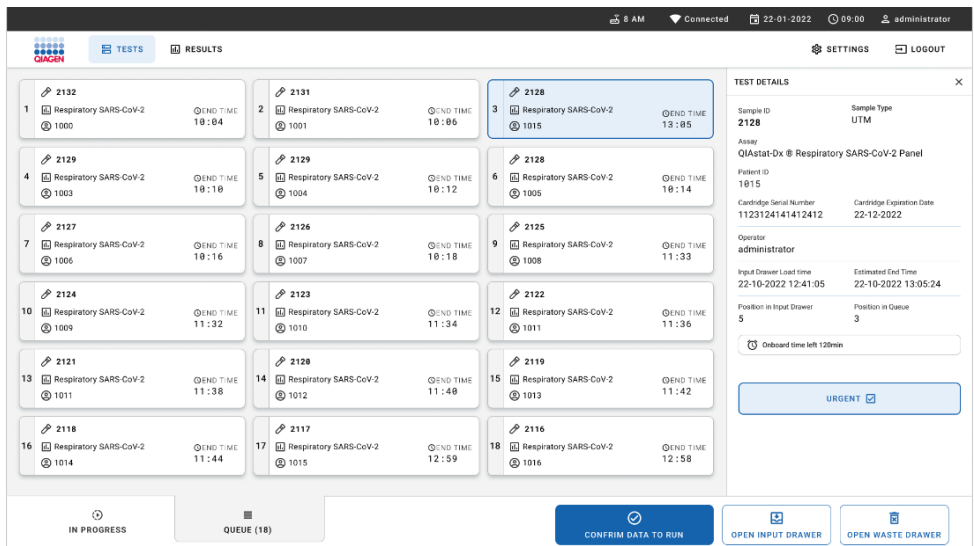
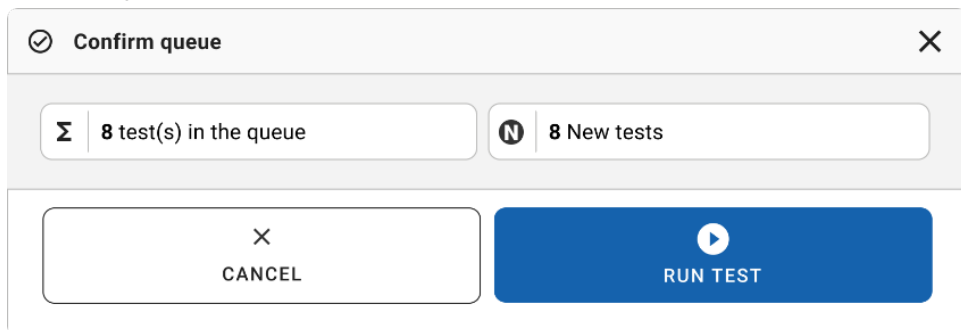

Figure 63. Écran de file d'attente des échantillons avec dosage sélectionné affichant des informations supplémentaires.
Figure 65. Boîte de dialogue de confirmation de la file d'attente.
Si vous sélectionnez un test sur l'écran tactile, des informations supplémentaires s'affichent dans la section View details (Afficher les détails) de l'écran (Figure 63).
14. Appuyez sur le bouton **confirm data to run** (confirmer les données pour analyser) dans l'écran une fois que toutes les données affichées sont correctes (Figure 63). Par la suite, une confirmation supplémentaire est requise de la part de l'opérateur pour exécuter les tests (Figure 65).